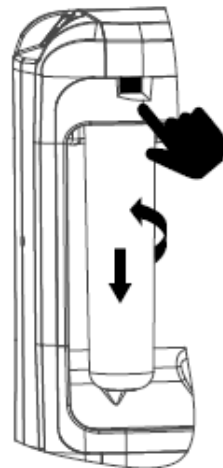

Fig. 10b
- Pentru a scoate un cartuș, apăsați butonul de blocare până la capăt și țineți apăsat în timp ce rotiți cartușul în sensul invers sensului acelor de ceasornic, așa cum se arată în Fig. 10b, și scoateți-l.
- Scoateți cartușele vechi. Pentru aceasta, apăsați butonul de blocare până la capăt și mențineți apăsat în timp ce rotiți cartușul în sensul invers sensului acelor de ceasornic, așa cum se arată în Fig. 10b.